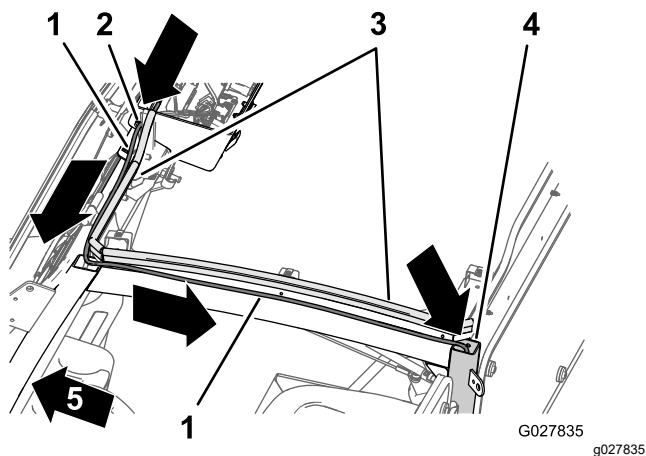

Рисунок 26
1. На потолочной консоли проложите жгут проводов насоса омывателя (Рисунок 26) слева и вдоль шланга, установленного при выполнении действий пункта Прокладка шланга (страница 10).
2. Проложите жгут проводов назад, вдоль левого швеллера рамы в кабине (Рисунок 26).